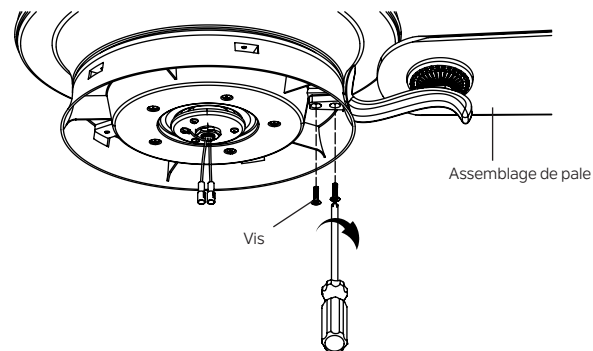

Fig. 21
**Étape 2.** Faites glisser les assemblages de pales dans les trous du volant et serrez-les solidement avec les vis du pack de quincaillerie comme illustré. (Fig.21)